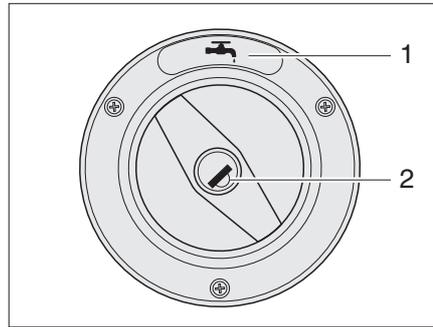
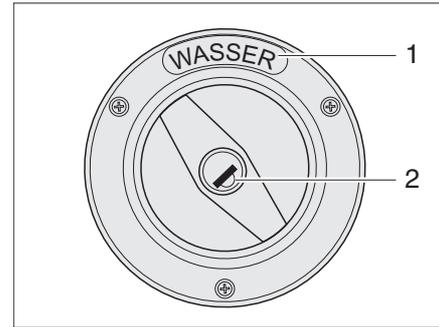

Bild 6 Verschlussdeckel für Frischwasser-Einfüllstutzen (Variante 1)
Bild 7 Verschlussdeckel für Frischwasser-Einfüllstutzen (Variante 2)
- ▷ Der Frischwasser-Einfüllstutzen ist durch das Symbol "Wasserhahn" (Bild 6,1) oder den Schriftzug "WASSER" (Bild 7,1) gekennzeichnet.
- Schlüssel in Schließzylinder (Bild 6,2 oder Bild 7,2) stecken und entgegen dem Uhrzeigersinn drehen.